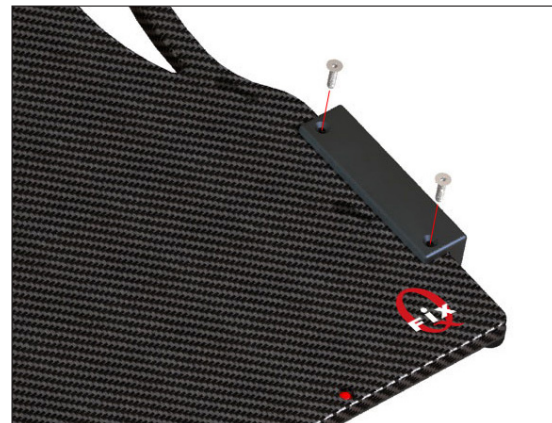

図7
2. 反対側のアダプターでも取り付け手順を繰り返します(図7)。